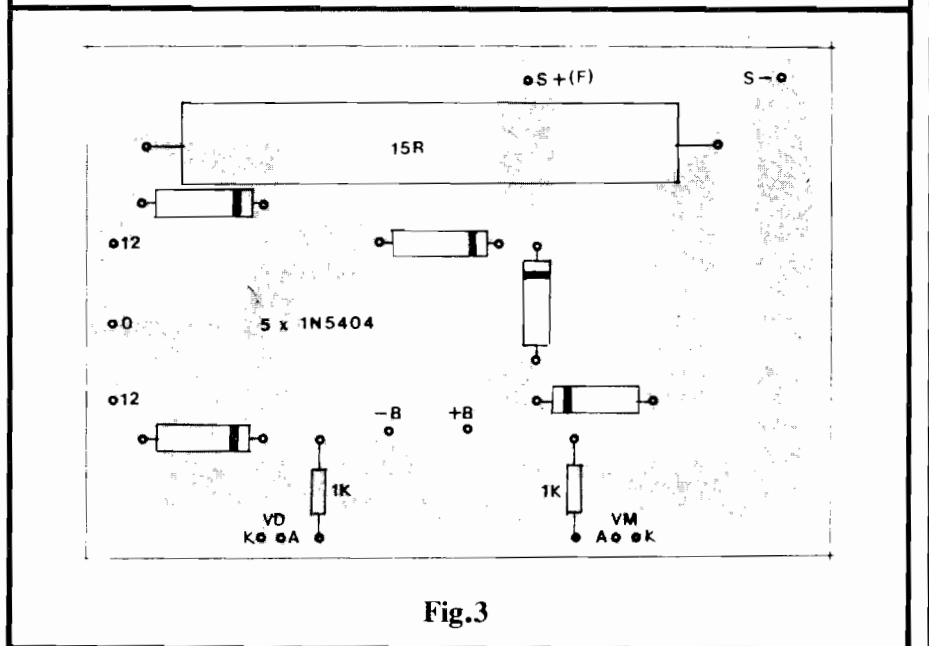

Fig.3
- FIG. 3 - “CHAPEADO” DA MONTAGEM - Na figura anterior, a placa era vista pela sua face não cobreada... Agora, observamos a dita cuja pelo lado **não cobreado**, já com grande parte dos componentes do circuito devidamente posicionados (todos os diodos e